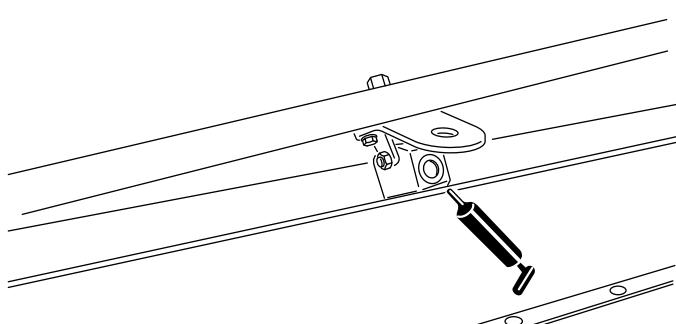

Figure 30
- Pivot de brosse (2) (Figure 30)